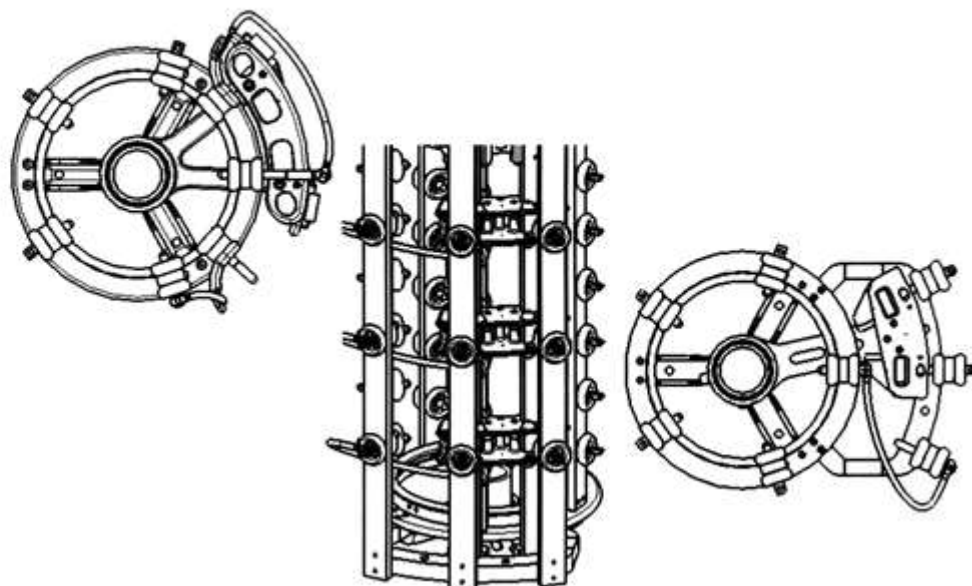

Рис. 37
Присоединительные места предызбирателя грубой регулировки (+), (-), и (0) такие же как и у реверсора и способ соединения такой же (Рис.37).